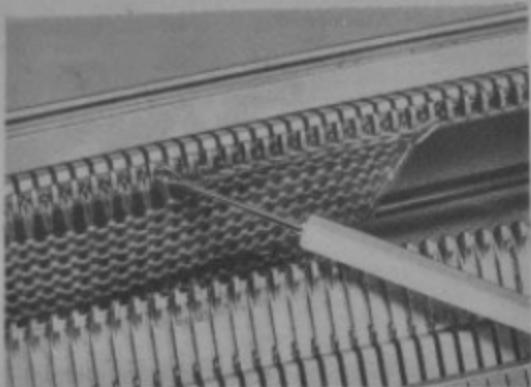

Рис. 36
Возникающие при этом на передней фонтуре длина петли, закрепляются при опущенной фонтуре, спирально с помощью язычковой иглы (33). При этой работе вязание остается на иглах (рис. 36). Оторванный из нити продевается через петлю на краю.